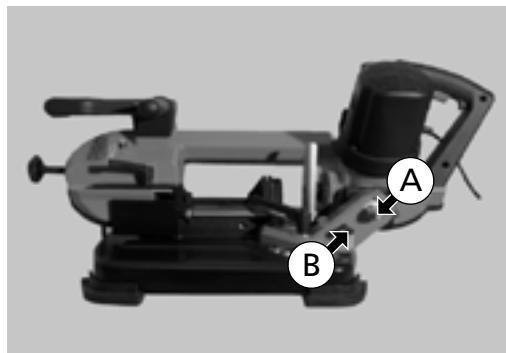
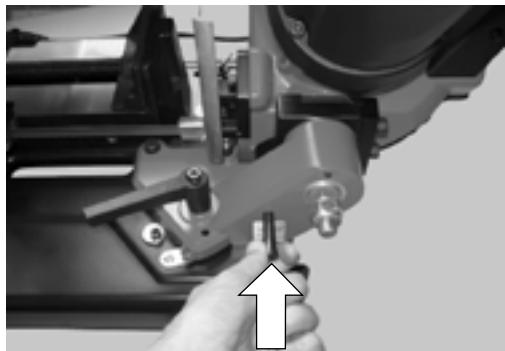

Fig. 29
Fig. 30
Scie à ruban réglée dans la position initiale indiquée (fig. 29), bloquer l'axe vertical (A) en insérant la butée (B) jusqu'à l'arasement, comme l'indique la flèche (fig. 30).
Éléments de la fig. 29